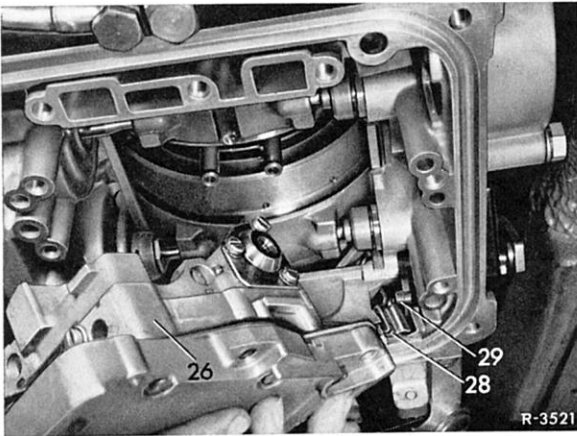

Bild 27–7/4
fältig einführen. Hierbei ist besonders darauf zu achten, daß der Bereichswahlschieber (28) richtig eingreift (Bild 27–7/4).
9 Ölfilter einbauen (Bild 27–7/1).